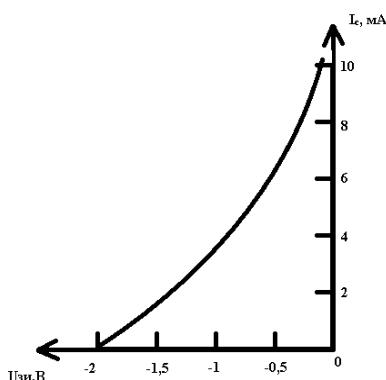

Рис. 1
8. На рис. 1 представлена стокозатворная характеристика полевого транзистора с управляющим р-п-переходом КП302 с параметрами хода $N_g = 10^{15} \text{ см}^{-3}$, $N_A = 10^{18} \text{ см}^{-3} = n_i = 10^{12} \text{ см}^{-3}$. Определите ширину р-п-перехода транзисторов d при комнатной температуре. $\varepsilon = 12$, если $N_A = 10^{15} \text{ см}^{-3}$, $N_g = 10^{18} \text{ см}^{-3}$, $n_i = 10^{12} \text{ см}^{-3}$, а напряжение отсечки равно $U_{отс} = -2$: